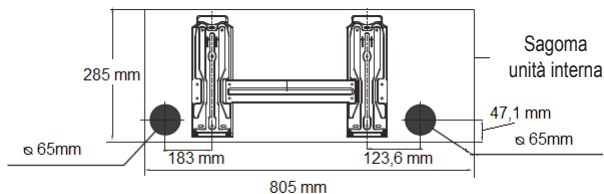

fig. 8 -
1. Staccare la placchetta pre-tranciata (A-"fig. 8 -") in corrispondenza della direzione desiderata.